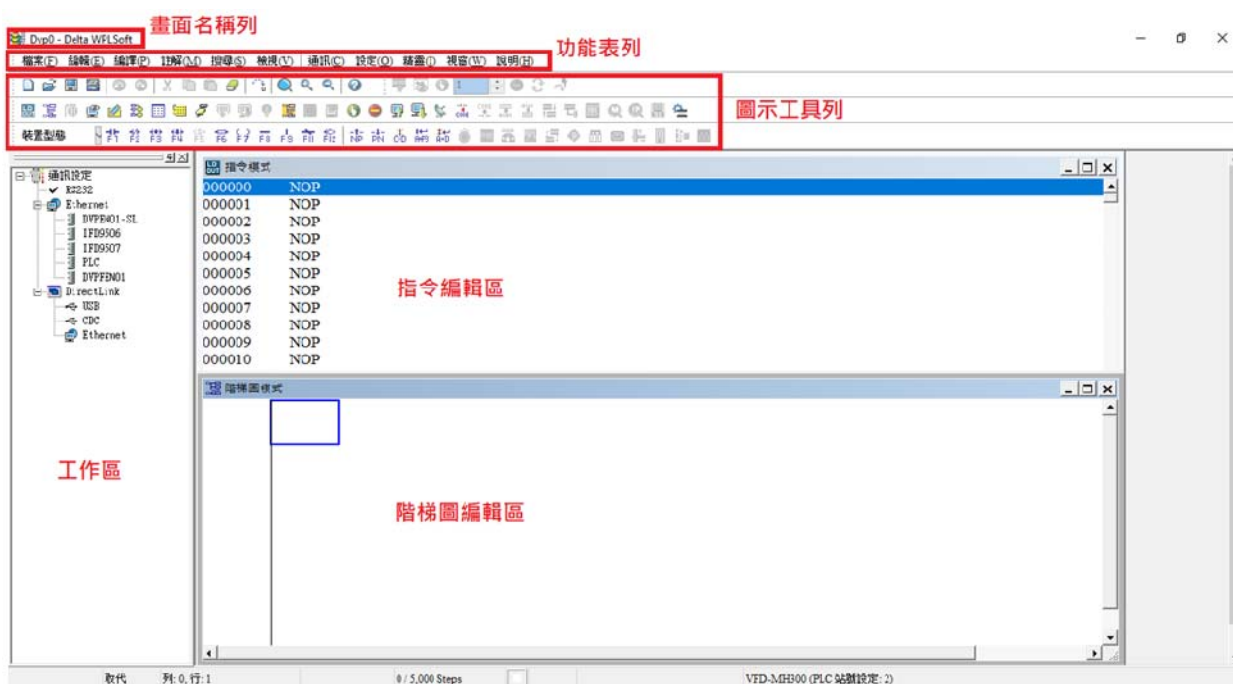

图 16-10
**NOTE** 第二次进入 WPLSoft 则会直接开启最后一次编辑的档案并显示于编辑窗口。WPLSoft 编辑软件窗口说明如下图 16-10 所示：